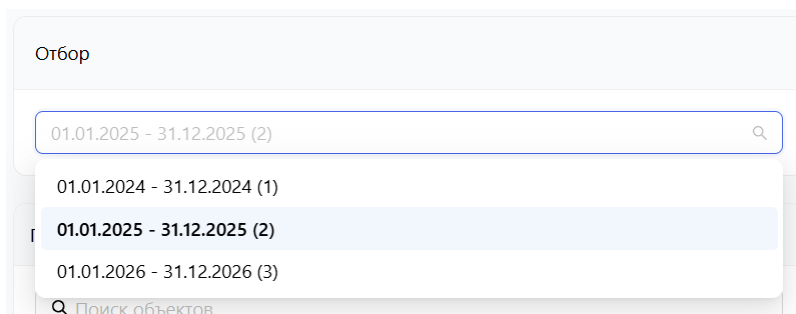

Рисунок 8 – Справочник отборов
В интерфейсе отображается раскрывающийся список (Рисунок 8) со всеми отборами, существующими в Системе. Информация об отборе представлена в виде периода оказания услуг в рамках отбора «дд.мм.гггг - дд.мм.гггг (X)», где X – глобальный идентификатор отбора.